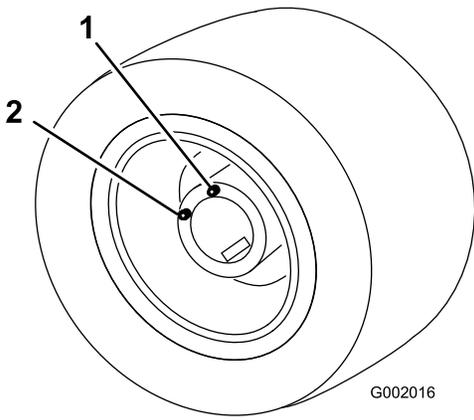

Figura 63
5. Mueva el vehículo lentamente hasta que la rueda quede posicionada para el llenado, según muestra. Figura 63